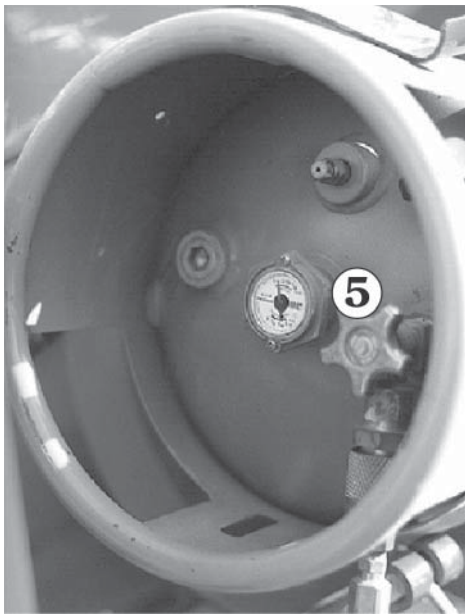

Abb. 10.8
3. **(Option – LPG) Für Maschinen mit LPG-System:** Das Ventil 5 (siehe Abb. 10.8) am Flüssiggasbehälter schließen (ganz hineindrehen).